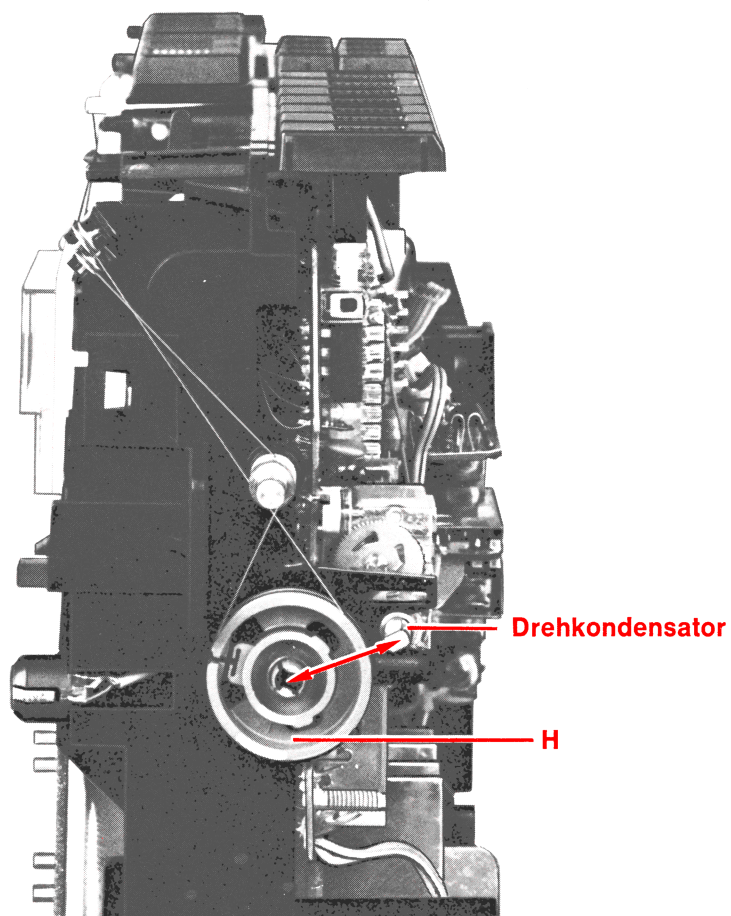

Bild 5
- Mitnehmerscheibe **H** am Drehkondensator abziehen [Bild 2], Mitnehmerscheibe auf Plastikzapfen am Gehäuse stecken [Bild 5].